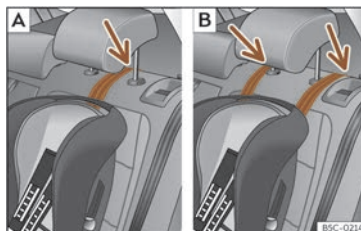
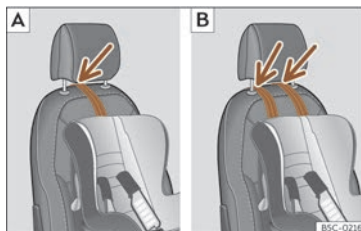

Fig. 44 Seients del darrere: ajust i muntatge en funció del cinturó Top Tether.
Fig. 45 Seient de l'acompanyant: ajust i muntatge en funció del cinturó Top Tether.
- Col·loqueu la corretja per sota del reposacaps (en funció de les instruccions de la cadira, aixequi o retireu el reposacaps si és necessari) >>> **fig. 44**, >>> **fig. 45**.